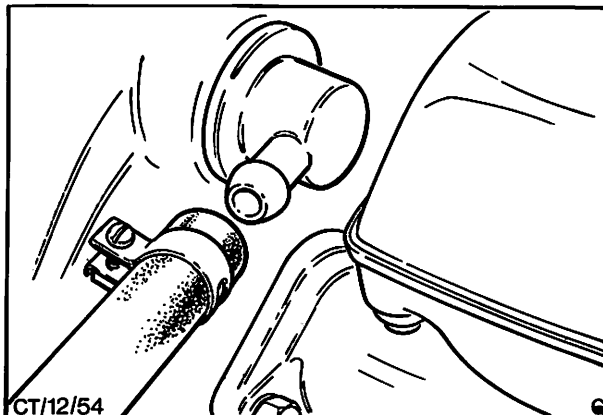

Abb. 88 Unterdruckschlauch vom Rückschlagventil abbauen
2. Schlauchschelle – Unterdruckschlauch am Rückschlagventil lösen. Unterdruckschlauch ausbauen. Abb. 88.